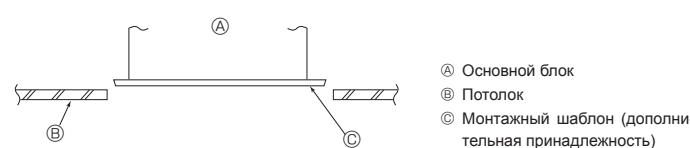

Fig. 4-7
4.6. Подтверждение положения основного блока и затягивание подвесных болтов (Fig. 4-7)